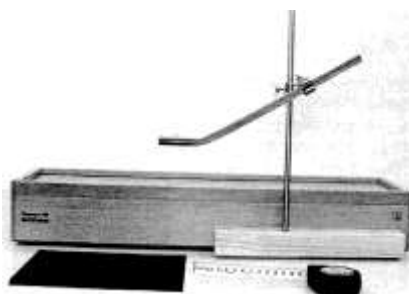

Рисунок 5. Экспериментальная установка для исследования закона сохранения
1. Подготовить экспериментальную установку согласно описанию (рис. 5).